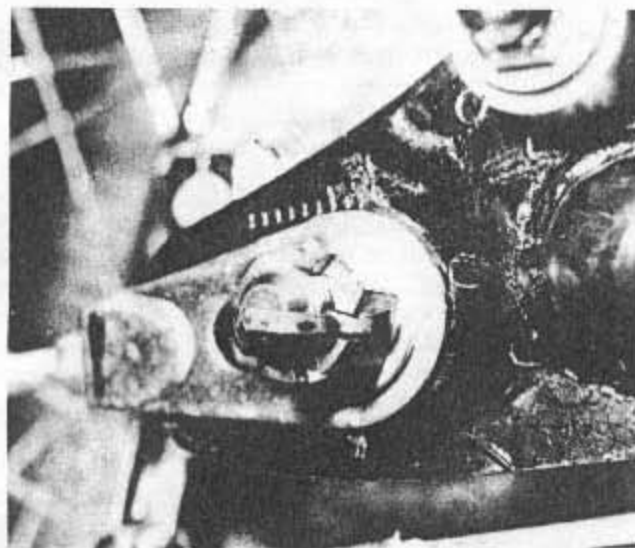
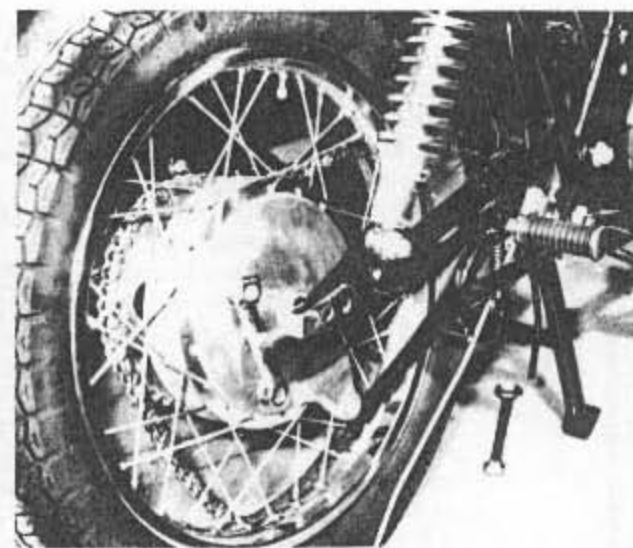

Bild 268
Bild 269
- Nach Entfernen des Splints ist die Radachsmutter (Kronenmutter) zu lockern (Bild 268) und schliesslich ganz zu entfernen. Die Radachse wird nun nach links herausgezogen und die herausfallende rechte Abstandshülse aufgefangen. Das Kettenrad, das immer noch mit der Antriebskette kämmt, lässt sich von der Nabe abziehen und gibt so das Rad frei. Die Nabe des Antriebsstossdämpfers kommt zusammen mit dem Kettenrad frei, die Gummieinsätze des Antriebsstossdämpfers verbleiben in ihrer ursprünglichen Lage. Das Rad wird etwas schräg gestellt und lässt sich schliesslich aus der Schwinge herausheben (Bild 269).